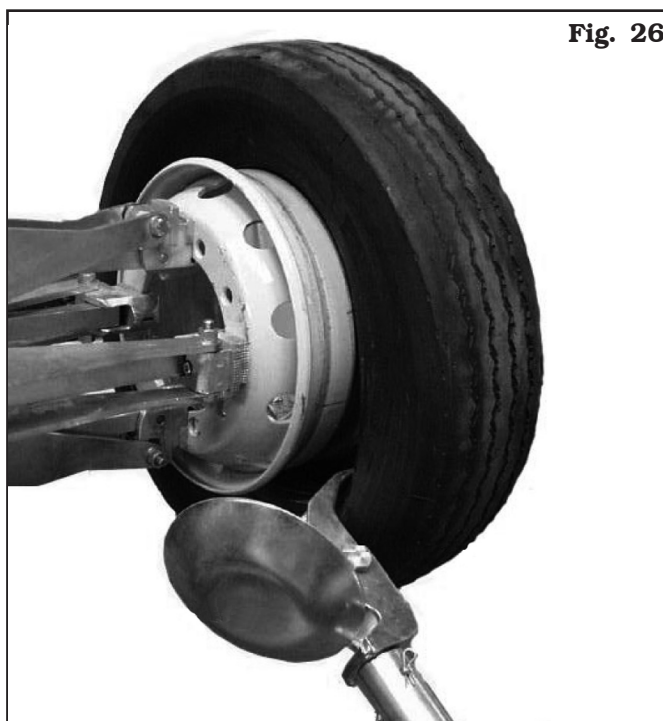

Fig. 26
- Girar la cabeza útiles de 180° hasta llevar el útil de gancho en el lado del neumático (véase **Fig. 26**).